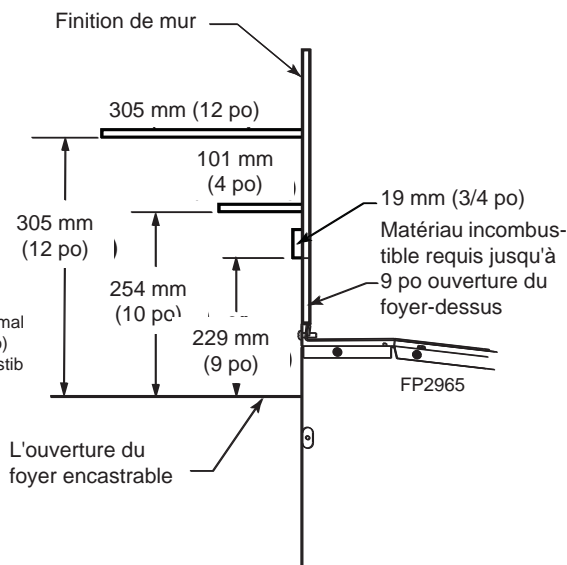

Figure 4 -
- Des dégagements minimaux, notamment avec le manteau, doivent être alloués jusqu'aux combustibles. Reportez-vous aux pages 8 et 9, figures 4 et 5.